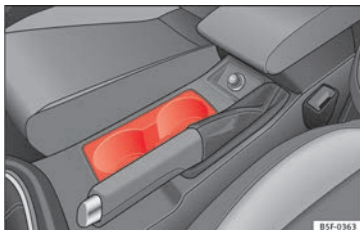

Fig. 115 Consola central: portabebidas delantero.
- Ponga las bebidas en el soporte » **fig. 115**. Se pueden poner dos bebidas. En los revestimientos de las puertas hay la posibili-